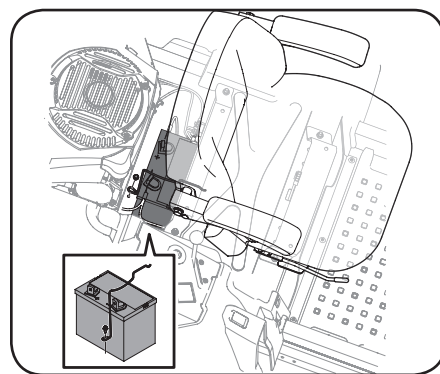

Figure 4-5
2. Retirez le boulon qui fixe la tige de retenue de la batterie au châssis. Faites pivoter la tige de retenue de la batterie vers le haut et retirez la batterie. Voir Figure 4-5.